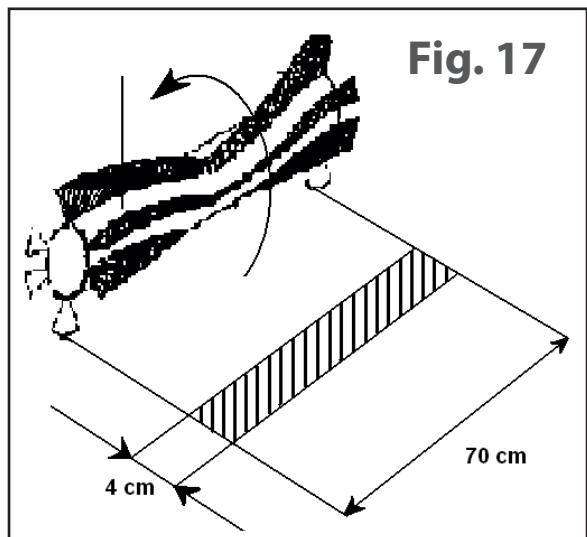

Fig. 17
2. Spegnere il motore, sollevare la spazzola centrale e far avanzare manualmente la macchina, fino a che sul pavimento sarà visibile la traccia che ha lasciato la spazzola centrale nella rotazione, come mostrato in **Fig. 17**.
4. Sfilare la spazzola centrale **Part. 5 Tav. 1** e procedere alla sostituzione, facendo attenzione al verso delle setole della spazzola che devono essere orientate come in **Fig. 17**. Fare attenzione di inserire le tacche di trascinamento dei due supporti spazzola **Part. 3 e 4 (Tav. 1)** nelle sedi della spazzola centrale **Part. 5 Tav. 1**.